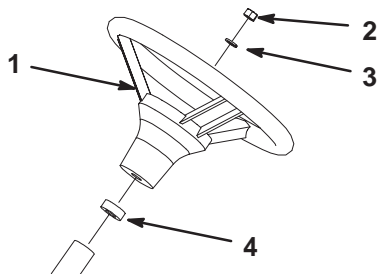

Bild 4
3. Befestigen Sie das Lenkrad mit der Mutter (Bild 4).